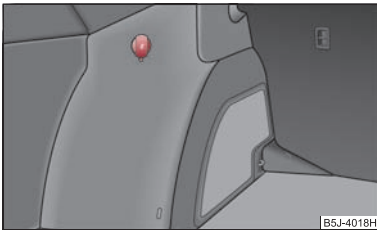

Abb. 78 Gepäckraum: Steckdose
- Öffnen Sie die Steckdosenabdeckung ⇒ Abb. 78.